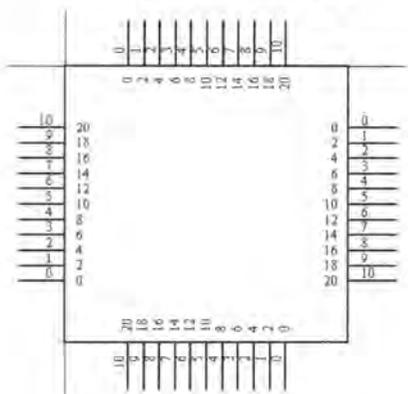

图 5-47 放置 48 个引脚
- [5] 单击粘贴图标，则光标变为“十”字形状，并附有 12 个引脚符号，按 **Space** 键调整放置方向。在正方形的其余 3 边处，分别进行 3 次粘贴，完成了 48 个引脚的放置，如图 5-47 所示。